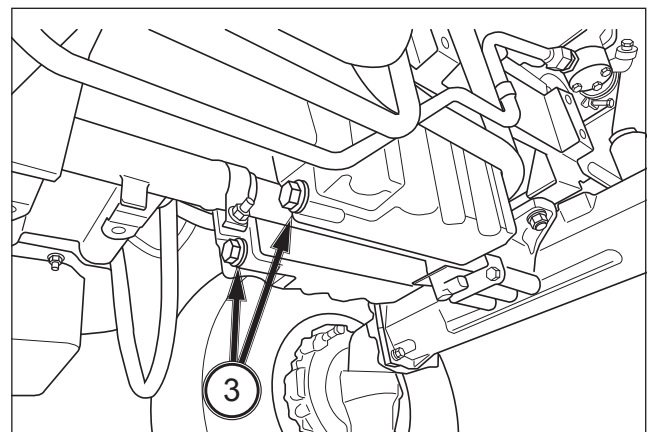

FIG. 107
FIG. 107 : pour vidanger l'huile moteur - Utilisez le tracteur jusqu'à ce que l'huile soit suffisamment chaude. Retirez le bouchon de vidange (3) du moteur et laissez s'écouler toute l'huile. Remettez le bouchon de vidange et remplissez avec de l'huile moteur via l'ouverture (2) jusqu'au repère supérieur de la jauge d'huile.